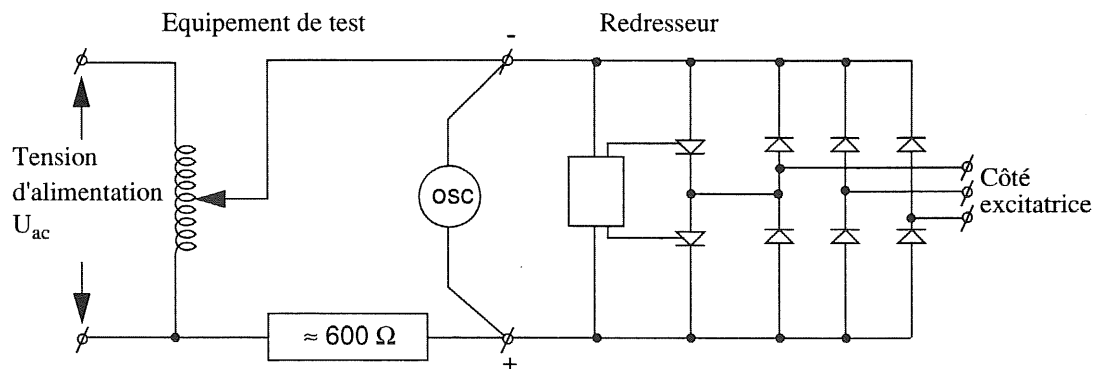

Figure 7-11
- Appliquer une tension alternative aux barres positive et négative du pont à diodes conformément à la figure 7-11. Une résistance de 600 ohms doit être connectée pour limiter le courant, comme l'indique la figure 7-11.